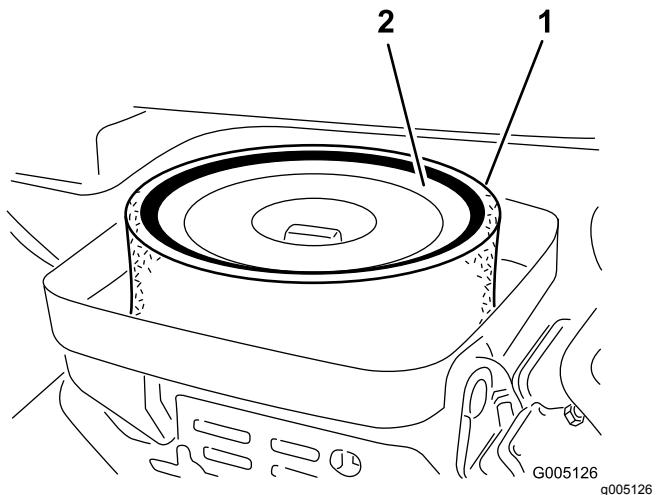

Bild 29
3. Entfernen Sie die Flügelmutter, mit der die Einsätze am Luftfiltergehäuse befestigt sind (Bild 29).
4. Nehmen Sie einen verschmutzten Schaumeinsatz vorsichtig vom Papiereinsatz ab (Bild 29). Reinigen Sie ihn gründlich wie folgt: